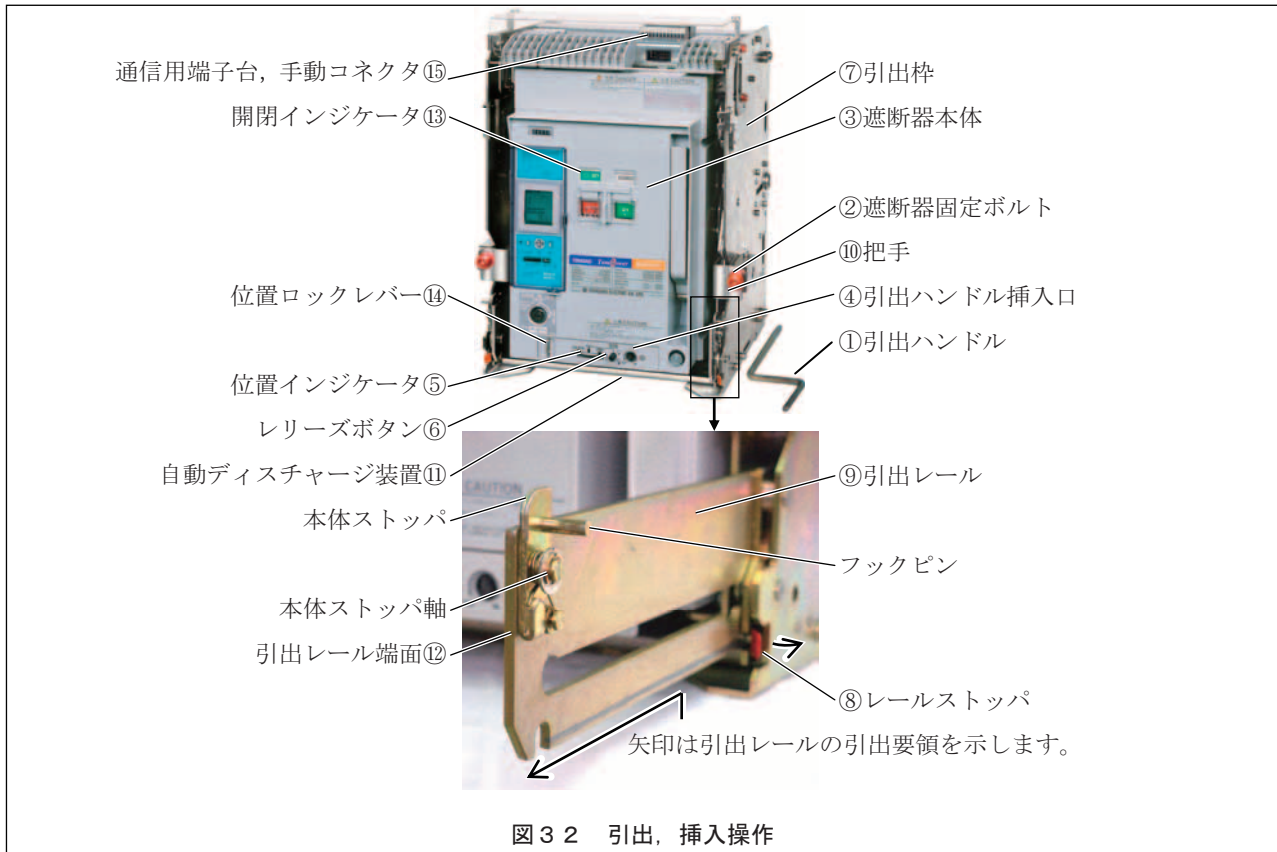

図3 2 引出、挿入操作
- 1) 遮断器を開路します。(遮断器閉路時は、引出ハンドル(図3 2①)を挿入できません。)
- 2) 遮断器固定ボルト(図3 2②)付の場合、これをゆるめて遮断器本体(図3 2③)をフリーにします。
- 3) 位置ロックレバー(図3 2⑭)がロックされている場合、ロックを解除します。(4-5. 参照)
- 4) 引出ハンドル挿入口(図3 2④)に引出ハンドルを押し込み、止まるまで反時計方向にゆっくり回し、位置インジケータ(図3 2⑤)が試験位置「TEST」を表示します。
- 2) 位置ロックレバー(図3 2⑭)がロックされている場合、ロックを解除します。(4-5. 参照)
- 3) リリーズボタン(図3 2⑥)を押し込みます。リリーズボタンは押し込まれたままになります。
- 4) 引出ハンドル挿入口(図3 2④)に引出ハンドルを押し込み、「トントン…」と空回りの音がするまで反時計方向に回し、位置インジケータ(図3 2⑤)が断路位置「ISOLATED」を表示します。リリーズボタンは引出ハンドルを回すと突出します。
- 1) 引出枠(図3 2⑦)が取付けねじでしっかりと固定されていることを確認します。